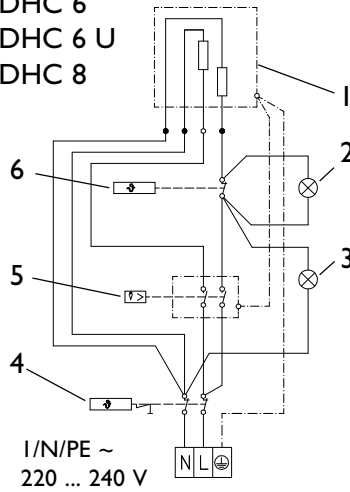

Рис. 14
Пояснения к рис. 14
- Осуществить электрическое подключение в клеммной коробке (поз. 10) в соответствии с электрической схемой на рис. 14 и завинтить винты кабельного зажима.
- Подготовить провод (поз. 7) для электрического подключения в клеммной коробке (поз. 10) в соответствии с электрической схемой на рис. 14.
- Стационарно проложить провод (поз. 15) для электрического подключения в клеммной коробке (поз. 16) в соответствии с электрической схемой на рис. 14.
- Электрическое подключение в клеммной коробке (поз. 10) осуществить в соответствии со схемой на рис. 14.